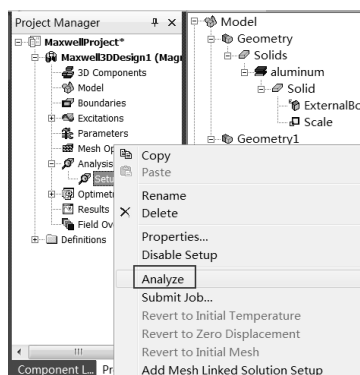

图 19-99 求解模型
Step2：求解计算。右击 Project Manager 中的 Analysis Setup1 选项，在弹出的快捷菜单中选择如图 19-99 所示的 Analyze 命令，进行求解计算，求解需要一定的时间。